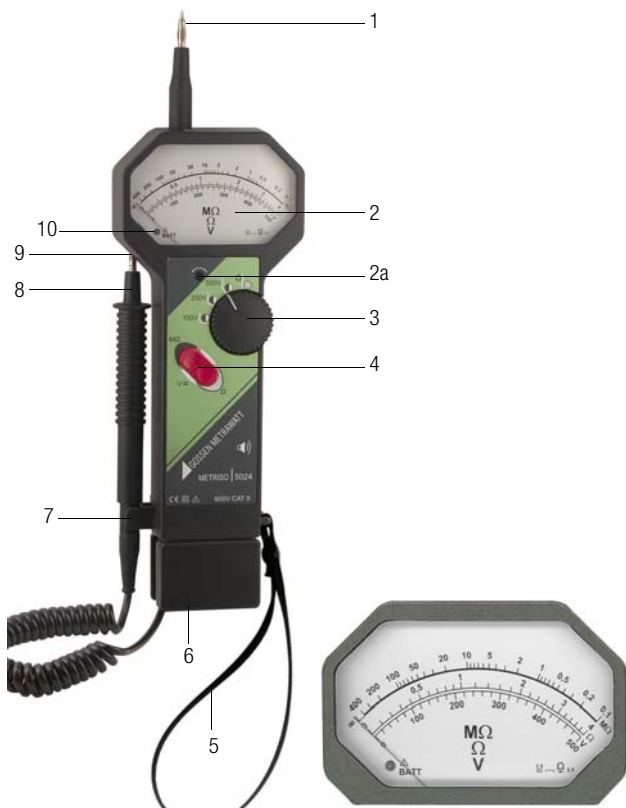

Bild 1 Bedienelemente
Das Gerät ist durch seine Konstruktion sowie durch seine Zweihandbedienung (Bild 1) für den täglichen, sicheren Gebrauch bestens geeignet. Mit der am Gerät befestigten Tragschleufe kann es gegen Abrutschen gesichert werden.
- der Funktionswippschalter (4)
- der Drehschalter (3)
Die gemessenen Werte werden auf drei analogen Skalen angezeigt (2). Bild 1 zeigt die Skalen im Detail. Auf der obersten Skale wird der Isolationswiderstand, auf der mittleren der Niederohmwiderstand
und auf der untersten die Spannung angezeigt. Der Betriebszustand des Gerätes und der Batteriezustand wird mit der zweifarbigen LED in der Skale angezeigt (Bild 1).